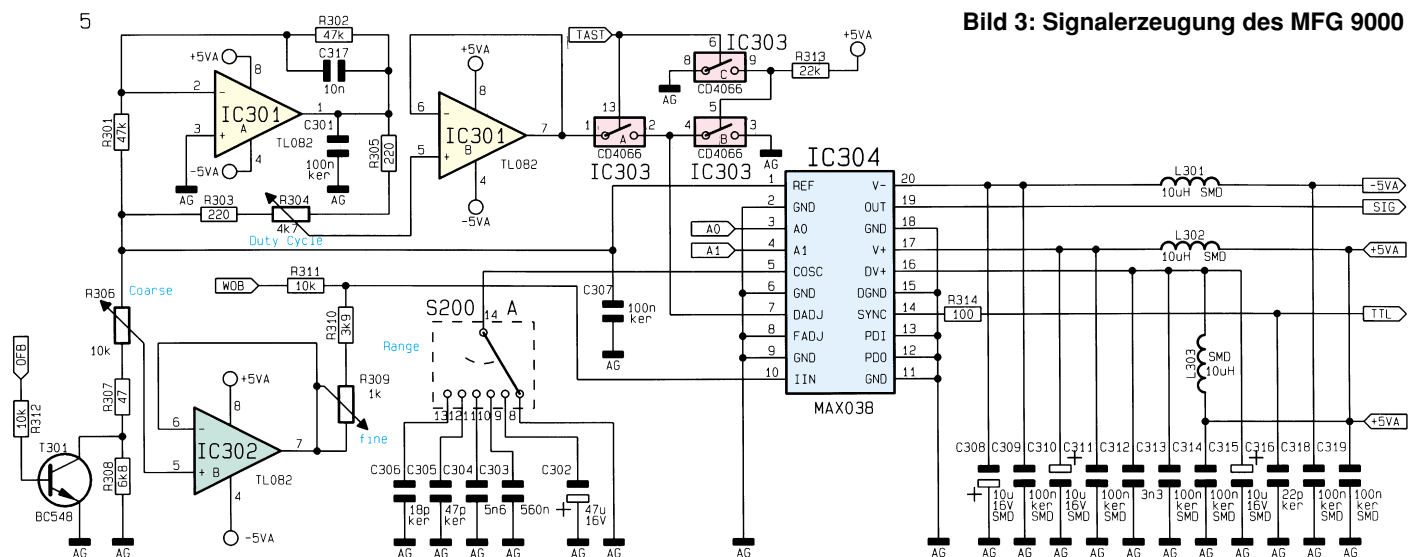

Bild 3: Signalerzeugung des MFG 9000
- Abbildung 3: Signalerzeugung
Bei der folgenden, recht ausführlich gehaltenen Schaltungsbeschreibung konzentrieren wir uns auf die wesentlichen schaltungstechnischen Gegebenheiten und beginnen mit dem in Abbildung 3 dargestell-
Signalerzeugung (Abbildung 3)